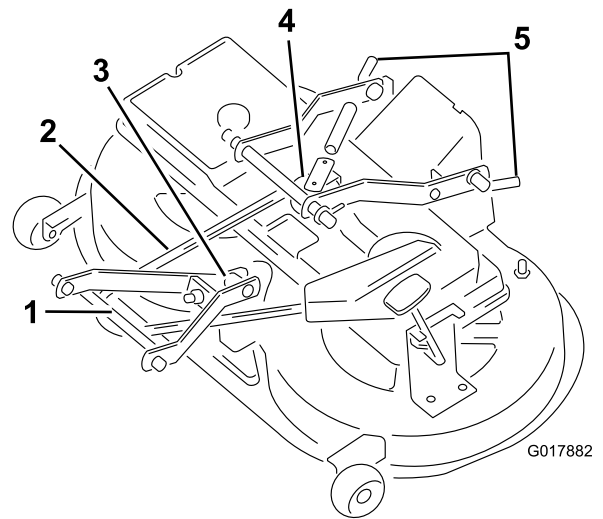

Bild 43
9. Ziehen Sie den Spannarm nach innen und nehmen Sie den Keilriemen von der Riemenscheibe (Bild 43).
11. Entfernen Sie den Stift zwischen dem Frontarm lenker und dem Mähwerkgehäuse (Bild 43).
12. Entfernen Sie den Keilriemen von der Motorscheibe (Bild 43).